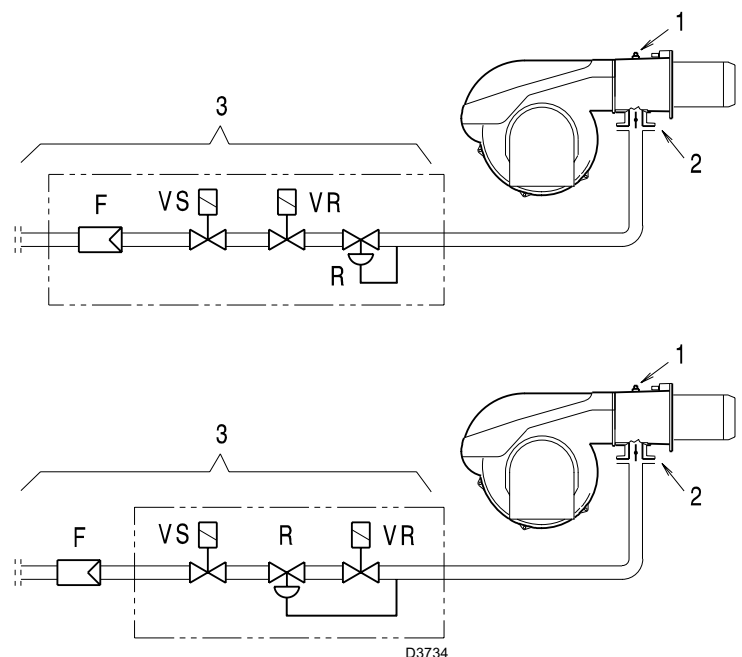

Рис. 40
Давление газа, измеряемое на штуцере 1)(Рис. 40), с:
Потеря нагрузки дроссельного клапана для газа 2)(Рис. 40) с максимальным открыванием: 90°.
Потеря нагрузки рампы 3)(Рис. 40), в которую входят: регулировочный клапан VR, предохранительный клапан VS (оба с максимальным открыванием), регулятор давления R, фильтр F.
- Вычтись из давления газа на штуцере 1)(Рис. 40) давление в камере сгорания.
- Давление газа на штуцере 1)(Рис. 40) = 11,6 мбар
Для того, чтобы узнать давление газа, необходимое на штуцере 1)(Рис. 40), определив мощность, при которой необходимо, чтобы горелка работала на максимальной мощности:
- Посмотреть справа в колонке 1 давление на штуцере 1)(Рис. 40).
- давление, необходимое на штуцере 1)(Рис. 40).